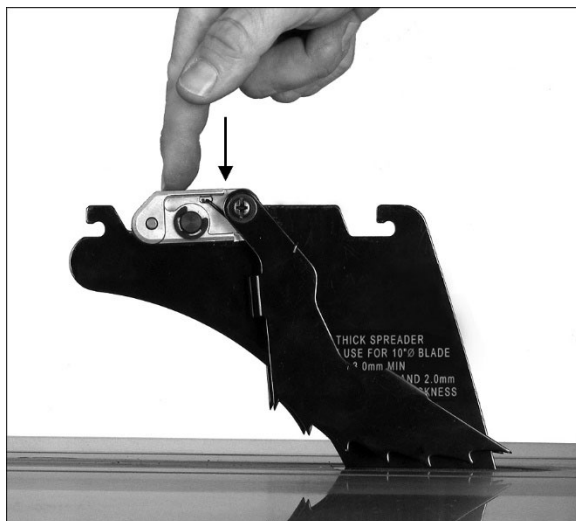

Figura 6-12
3. Gire la cabeza y empújela hacia abajo (Figura 6-12) hasta que escuche un clic audible. *Asegúrese de escuchar el clic para verificar que el ensamblaje de fiaadores sea seguro.*
1. Empuje hacia arriba las hojas de protección (E, Figura 6-12) hasta que atrapen y sujeten la clavija (F).
3. Apriete la perilla (G).
4. Tire hacia abajo de las hojas de protección (E) y permita que caigan sobre la mesa.